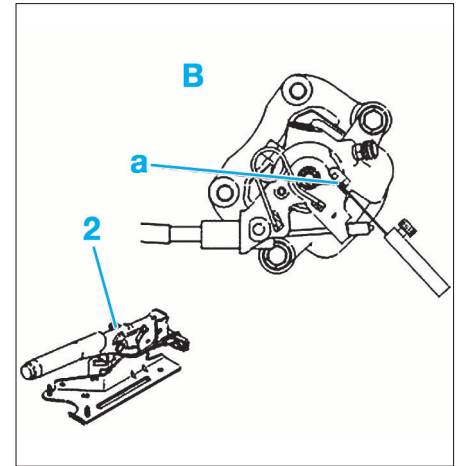

FIG.19
- A l'aide d'un jeu de cales, mesurer le décalage en "a" (Fig.19); celui-ci doit être inférieur ou égal à 1,0 mm.
- Régler l'ajustement à l'aide de l'écrou (2).